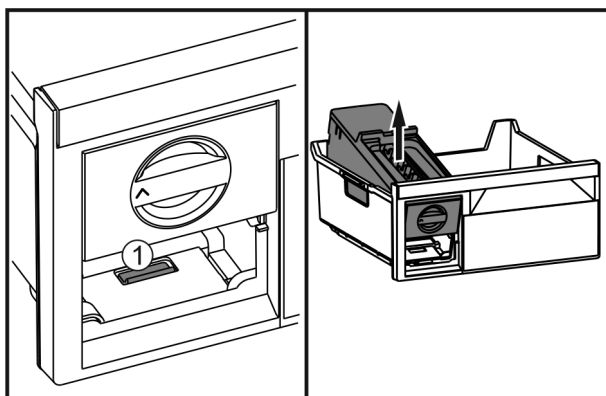

Fig. 48
- Stlačte sponu Fig. 48 (1), nadvihnite zariadenie EasyTwist-Ice zozadu a vyberte ho zo zásuvky na zmrazovanie.